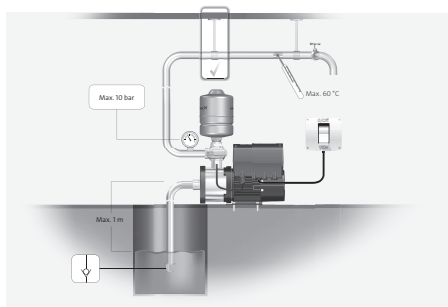

Рис. 5 Пример монтажа SMBE
- Закрыть SMBE TWIN защитным кожухом, см. рис. 5. Кожух должен быть достаточно большого размера, чтобы закрыть установку от прямого попадания солнечных лучей, дождя или снега. При этом кожух должен не препятствовать охлаждению двигателя (см. раздел 8.1.1. *Рекомендуемое свободное пространство*). В ассортименте Grundfos упомянутого кожуха нет.